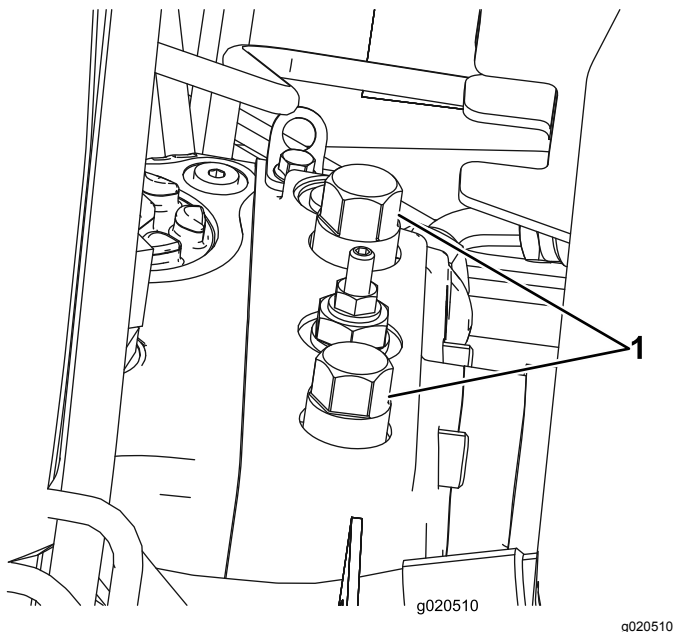

Figura 20
1. Levante el capó y localice las válvulas de desvío (Figura 20) en la parte superior de la bomba, detrás de la batería/cajas de almacenamiento.